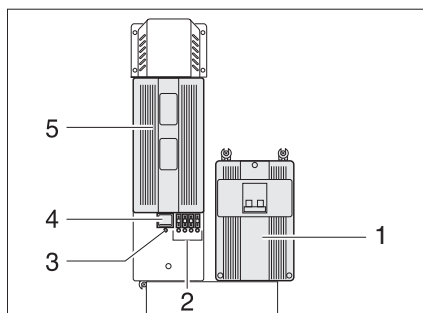
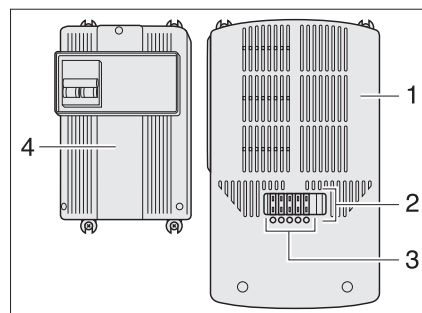

Fig. 89 Bloc transformateur (type I)
Fig. 90 Bloc transformateur (type II)
Le bloc transformateur (Fig. 89,5 ou Fig. 90,1) est monté à côté du disjoncteur automatique 230 V (Fig. 89,1 ou Fig. 90,4).
Un interrupteur principal (Fig. 89,4) (seulement type I), plusieurs fusibles (Fig. 89,2 ou Fig. 90,2) et une protection contre les surcharges sont intégrés dans le bloc transformateur. Un fusible défectueux ou un court-circuit sont signalés par une diode rouge allumée sous le fusible (Fig. 89,2 ou Fig. 90,3).
- Appuyer au bas de l'interrupteur principal (Fig. 89,4) : Position "ON". La diode verte (Fig. 89,3) s'allume en cas de tension 230 V.
- Appuyer ensuite en haut de l'interrupteur principal (Fig. 89,4) : Position "OFF".